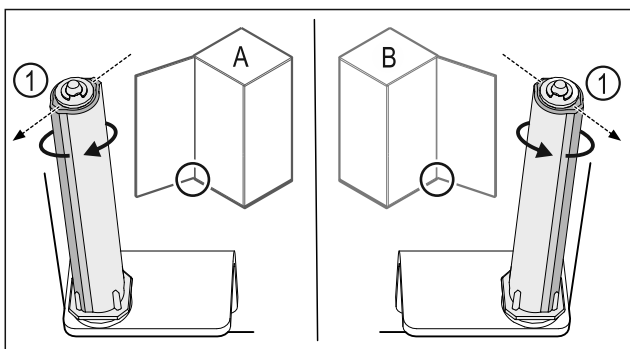

Fig. 41 Vasakpiiraja (A) / parempiiraja (B)
- ▶ Keerake sulgemissüsteemi vastu takistust, kuni sulgemissüsteemi vahetugi Fig. 41 (1) on suunatud väljapoole.